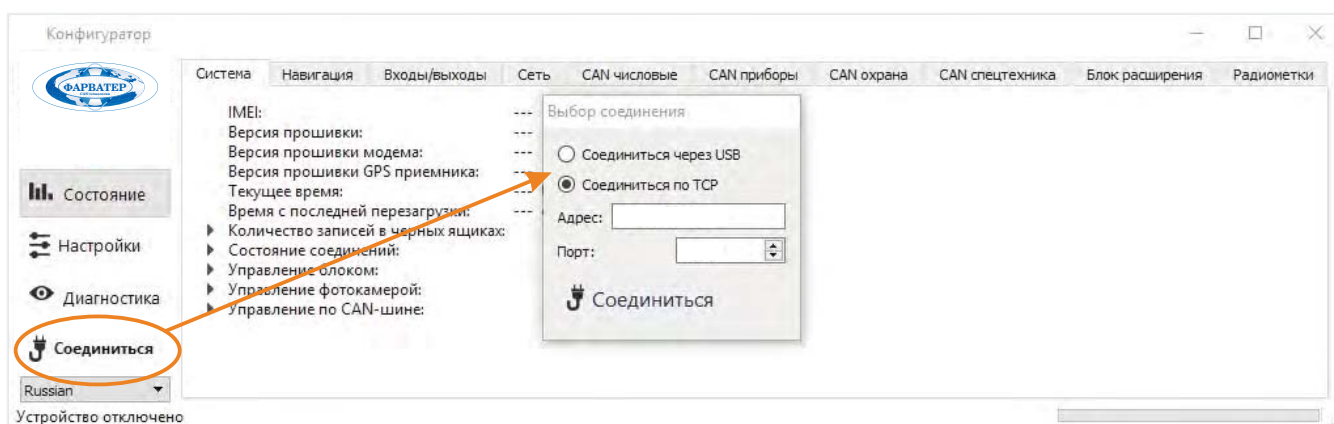

Рис. 4.1.
- Запустите на компьютере программу «Конфигуратор», нажмите кнопку «Соединиться» и выберите «Соединиться через USB» или «Соединиться по TCP» (Рис. 4.1.).